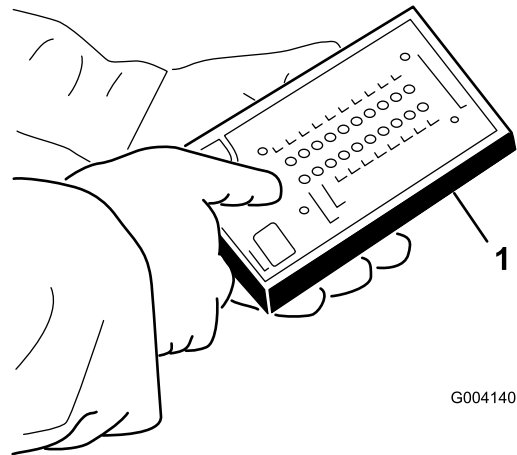

Bild 38
5. Schließen Sie den Stecker der ACE-Diagnostikanzeige an den Kabelbaum an (Bild 38).